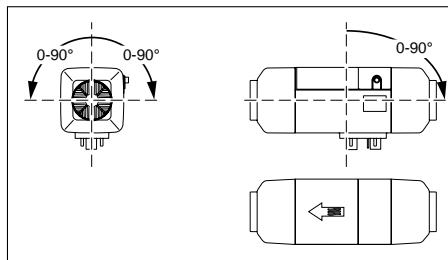

Abb. 03: Zulässige Einbaulage Diesel-Heizgerät
- ▶ Korrekte Einbaulage sicherstellen. Siehe Abb. 03.